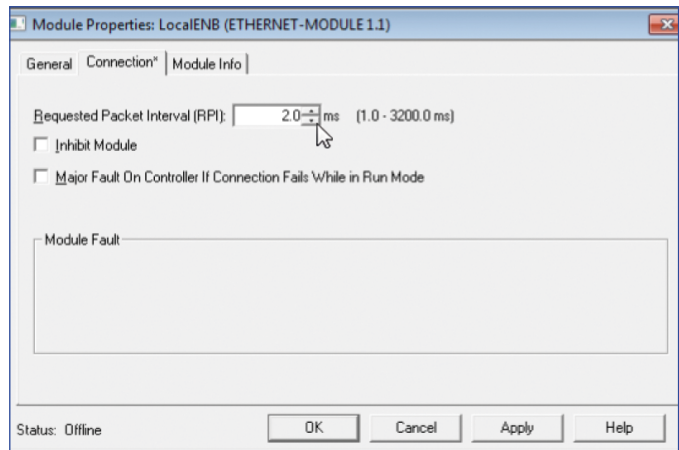

Abb. 125: „Module properties“-Fenster
5. Das Fenster „Module Properties“ öffnet sich. Setzen Sie im Reiter „Connection“ den Wert für „Requested Packet Interval (RPI)“ auf den Wert 2,0 ms für Sensoren mit einer Messlänge bis 4800 mm und auf den Wert 4,0 ms bei Sensoren mit einer Messlänge zwischen 4800...7620 mm. Bestätigen Sie Ihre Angaben durch Klicken der Schaltfläche „OK“ (Abb. 125).